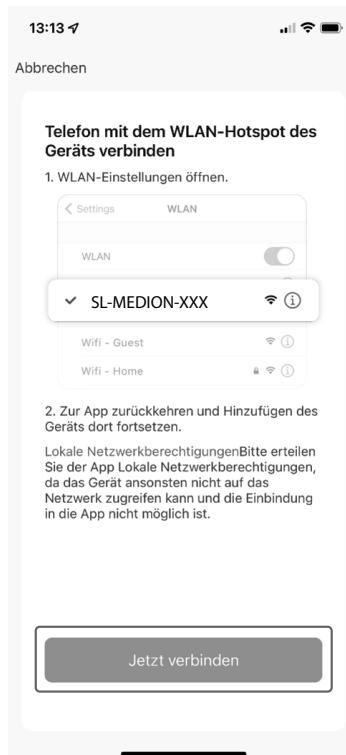

Fig. 6
- ▶ Ouvrez la trappe du robot et vérifiez si la DEL WLAN (sous la trappe) clignote/pulse. (voir fig 6)
- ▶ Cliquez au bas de l'affichage sur **JETZT VERBINDEFEN** (voir fig. 6).